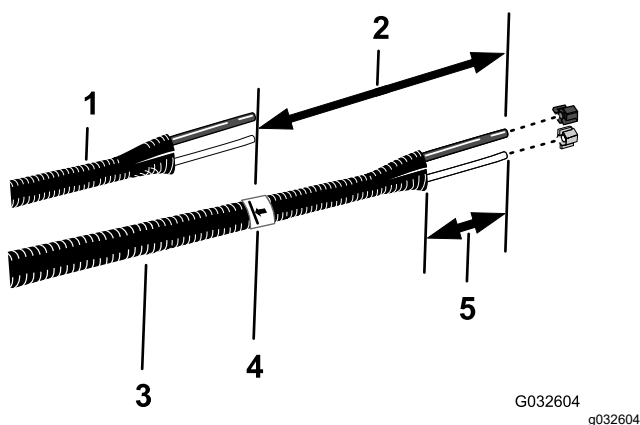

Figura 27
6. Alinee los tubos de líquido y aire antiguos (Figura 27) con el conjunto de tubos nuevo (Pieza Toro N° 114–9553).
8. En el conjunto de tubos nuevo, añada 26 cm (10") a partir de la marca que hizo en el paso 7, marque el conjunto de tubos y corte y los tubos en la segunda marca (la más larga) (Figura 27).
10. Retire de 77 mm – 102 mm (3" – 4") de la funda en cada extremo del conjunto de tubos (Figura 27).